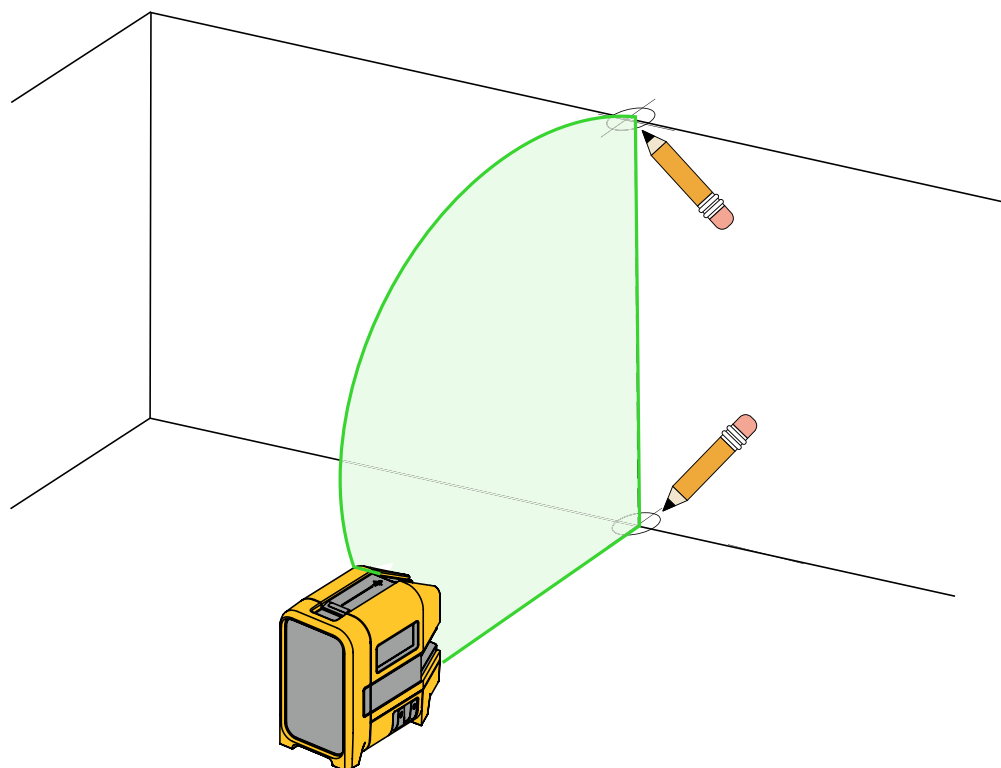

Figur 2. Ny horisontal eller diagonal justering
2. Drej på den horisontale laser, og ret laseren mod målområdet. Se Figur 2.